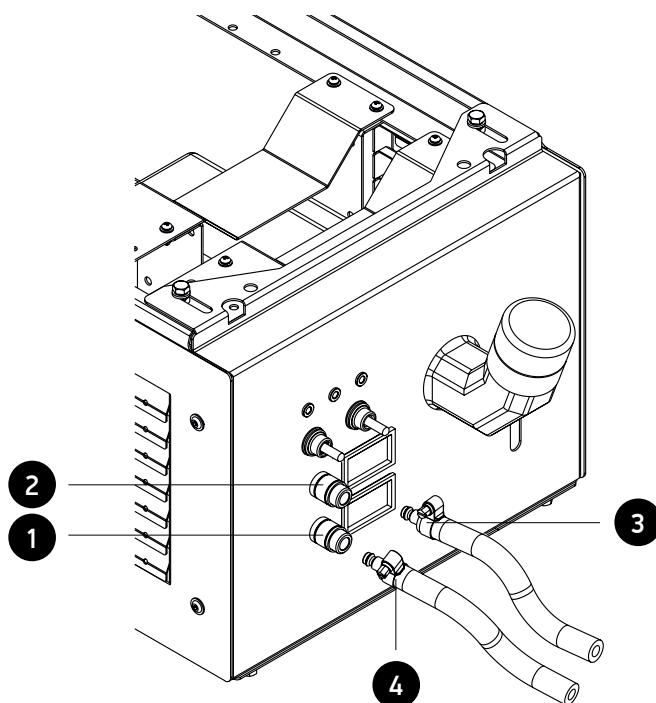

рис. 5.2. Схема подключения шлангов охлаждающей жидкости
- 5) для спуска воздуха из насоса нажать на невозвратный клапан быстродействующей соединительной муфты подачи охлаждающей жидкости в горелку (поз.1 рис.5.2) и удерживать до появления жидкости;
- 6) подсоединить шланг подачи охлаждающей жидкости сварочной горелки (синий) (поз.4 рис. 5.2) к БВО при подключеной системе охлаждения горелки (см.п.6);
- 7) заправить шланг отвода охлаждающей жидкости из системы охлаждения (красный) (поз.3 рис.5.2) в горловину бака;